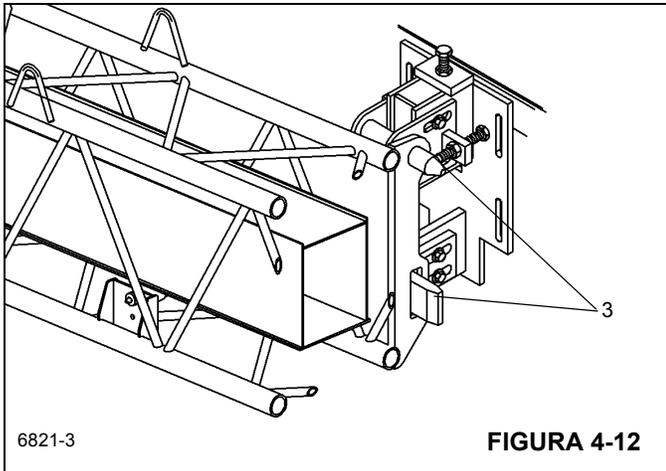

FIGURA 4-12
7. Eleve la pluma a la posición horizontal y extienda la pluma aproximadamente de 51 a 64 cm (20 a 25 pulg). Verifique que las orejetas de almacenamiento de la extensión de pluma pasen libremente de los pasadores guía (Figura 4-12) (3) y de la rampa (Figura 4-10) (4) en las escuadras de almacenamiento delantera y trasera.
8. Extienda la pluma aproximadamente de 51 a 64 cm (20 a 25 pulg). Verifique que las orejetas de almacenamiento de la extensión de la pluma queden alineadas delante de los pasadores guía (3) (Figura 4-12) y de la rampa (4) (Figura 4-10) de las escuadras de almacenamiento cuando la extensión se coloca a un costado de la pluma.
14. Alinee las orejetas de almacenamiento de la extensión de la pluma con los pasadores guía y la rampa de las escuadras de almacenamiento (Figura 4-10) y (Figura 4-12) y retraiga la pluma completamente.